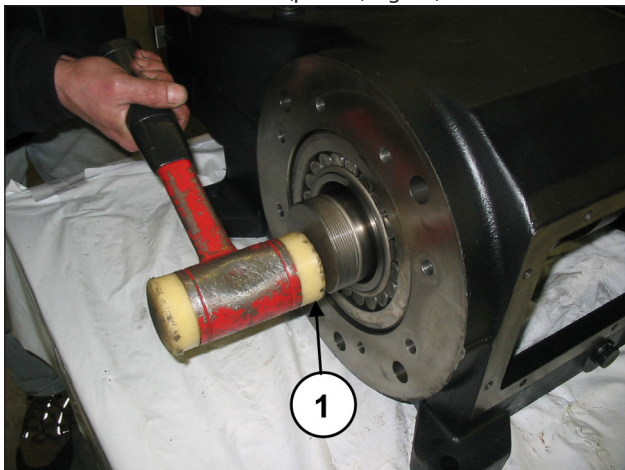

Fig. 28
Retire o eixo de manivela com o auxílio de um mecanismo de percussão do lado da PTO (pos. ①, Fig. 28).